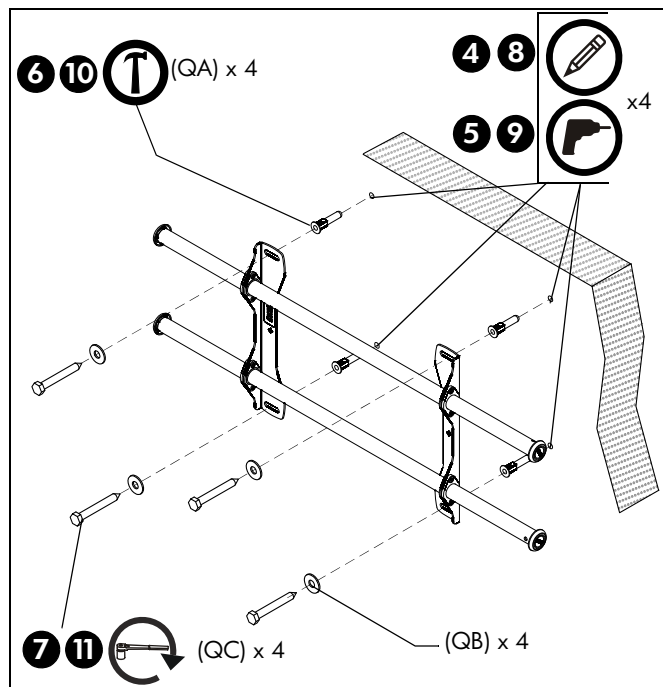

рис. 3
4. При помощи уровня сделайте на стене отметки в местах размещения верхних монтажных отверстий. (См. рис. 3)
6. Забейте молотком дюбели (QA) в каждое направляющее отверстие.
7. С помощью двух болтов 5/16 x 2-1/2" (QC) и двух плоских шайб 5/16" (QB) прикрепите верхнюю часть крепления к дюбелям в стене.
8. Отметьте точки размещения нижних монтажных отверстий. (См. рис. 3)
9. Просверлите в отмеченных местах по одному направляющему отверстию. (См. рис. 3)
10. Забейте молотком дюбели (QA) в каждое направляющее отверстие.
11. С помощью двух болтов 5/16 x 2-1/2" (QC) и двух плоских шайб 5/16" (QB) прикрепите крепление через нижние монтажные отверстия. (См. рис. 3)